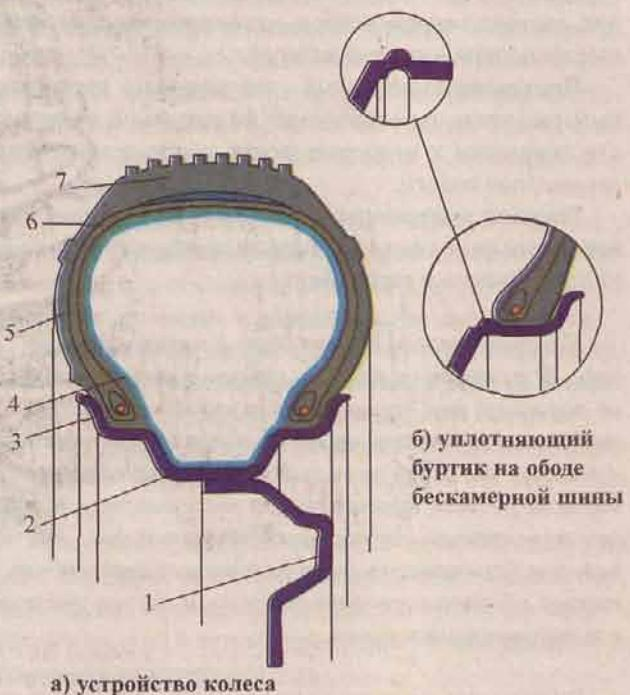

Рис. 45. Колесо легкового автомобиля
**Колеса состоят из** (рис. 45):
**Покрышка** состоит из каркаса (корда) и протектора, а также боковин и бортов (рис. 45).
В **бескамернойшине** отсутствует, и не предусмотрена, резиновая камера для воздуха. Полость, заключенная между покрышкой и ободом должна быть герметичной, так как непосредственно она и заполняется воздухом. Поэтому диск для бескамерной шины отличается от обычного диска наличием уплотняющих буртиков на ободе (рис. 45б). При покупке дисков на это следует обращать внимание. Если же вы используете шины с камерой, то подойдут любые диски, буртики вам не помешают.